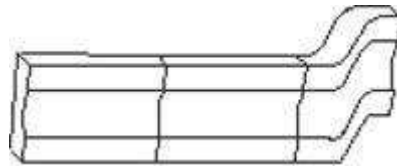

Fig. 8
- **Tipo FB:** è previsto per l'impiego verso l'interno, ed è composto da elementi verticali di altezza variabile, e di un elemento speciale avente la forma del bulbo nelle sue diverse misure (fig. 8).